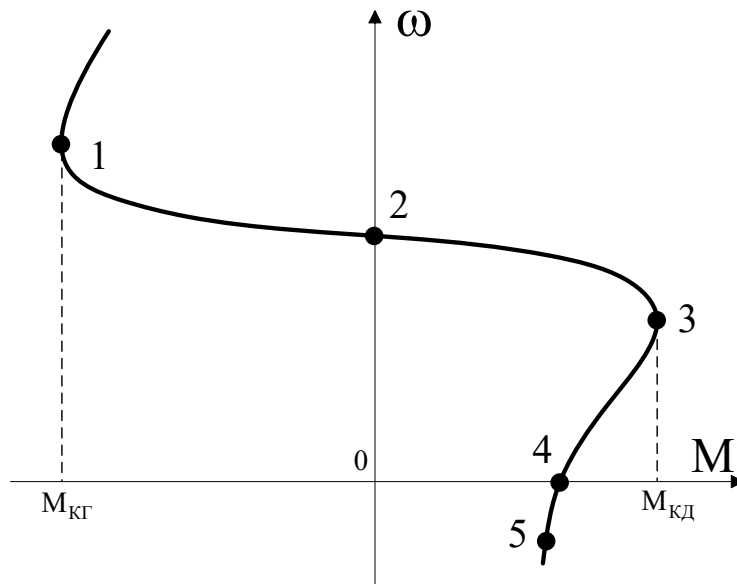

Рис. 3.1. Механическая характеристика АД
9. Определите частоту тока в роторе асинхронного двигателя в точках 1, 2, 3, 4 и 5 (см. рис. 3.1). Частота тока статора  $f_1 = 50$  Гц; число пар полюсов  $p_{\text{п}} = 2$ .  $\omega_1 = 180$  рад/с;  $\omega_2 = 157$  рад/с;  $\omega_3 = 120$  рад/с;  $\omega_4 = 0$  рад/с;  $\omega_5 = -30$  рад/с.